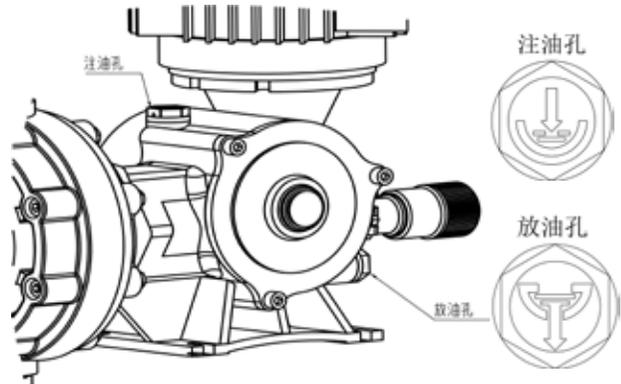

图 2
- 润滑油：新启用的泵，累计运行 800 小时后需更换机箱的润滑油，以后每运行 3000 小时或半年更换一次；（如图 2）